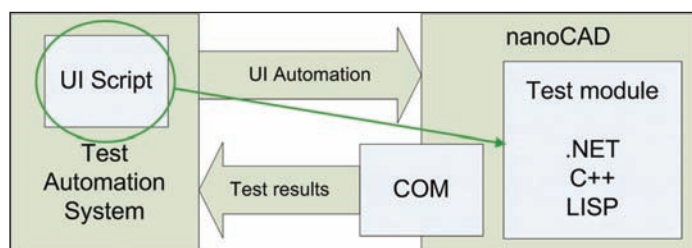

Рис. 6
2. Логика теста расположена в nanoCAD, в систему автоматизированного тестирования загружен универсальный автотест, исполняющий действия, переданные из ведущего теста (рис. 6)